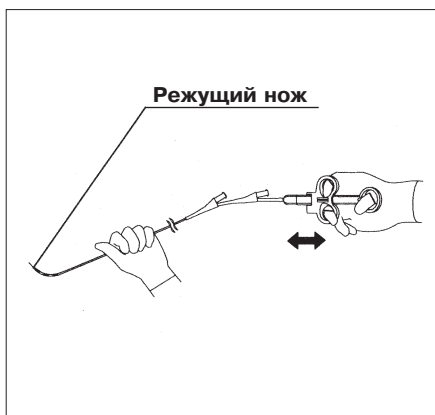

Рис. 4.2
1. Перемещая ползунок, убедитесь в том режущий нож беспрепятственно выдвигается и втягивается (см. рис. 4.2).